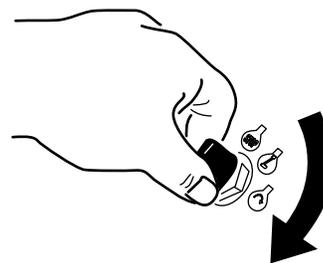

Рисунок 13
1. Поверните ключ зажигания в положение ПУСК (Рисунок 13).
Для перемещения машины вперед прижмите ручку управления тягой к рукоятке (Рисунок 13).
Для перемещения машины назад нажмите большим пальцем рычажок фиксатора вниз, чтобы отвести ручку управления тягой от рукоятки (Рисунок 13).